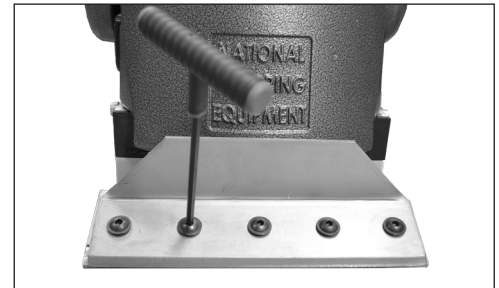

ABB. 6.1
2. Verwenden Sie den mitgelieferten verlängerten 7/32 „T“-Schlüssel (Inland) oder einen 6 mm Sechskantschlüssel (Ausland) mit einer Verlängerung von mindestens 3“ (76 mm). So gehen Sie sicher, dass Ihre Hand nicht mit der Klinge in Berührung kommt. Lösen Sie die fünf Sechskantschrauben (Abb. 6.1). Sie müssen diese jedoch nicht vollständig herausschrauben.